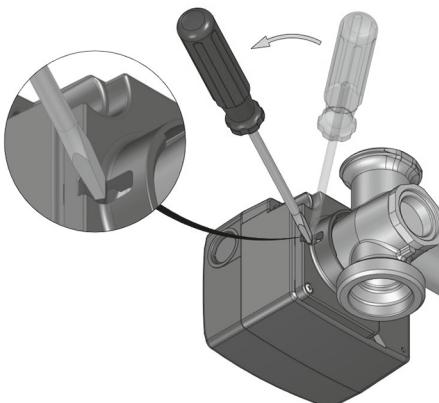

Abb. 13
2. Betriebsschalter (1) auf Handbetrieb stellen. Dazu diesen mit einem Schraubendreher **um 90° nach rechts drehen**, so dass der Schlitz in waagerechter Position steht und die Pfeilspitze auf das **Handsymbol** zeigt (Abb. 13).